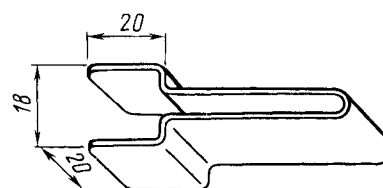

Рис. 289. Приспособление для демонтажа верхнего ворсового желобка из двери
- Стекло с облойкой вынимается вверх в проем окна двери. При определенном навыке это можно сделать (с небольшим перекосом стекла), не снимая направляющие желобки. При отсутствии навыка желобки необходимо снять: сверху — с помощью специального приспособления (рис. 289), вставив его в паз и передвигая вдоль паза, освобождая пружинные держатели желобка от зацепления с уступами паза; по бокам — с помощью Г-образного крюка, выдвинув желобок из соединителя, выдернув его вверх.